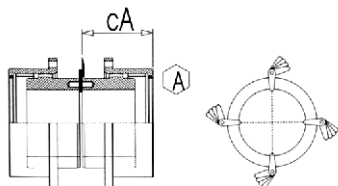

Fig.01
- H.1 Determinar la entidad de la desalineación angular, elaborando, según lo indicado en el esquema que sigue, los valores del paralelismo de cabeza entre las superficies frontales de referencia de los dos cubos. Para los acoplamientos, esta operación podrá ejecutarse insertando el calibre de espesores entre las cabezas de los dos cubos, ejecutando un primer sondeo a 360°C para individuar la posición y la entidad mínima y máxima de la distancia entre los cubos. Una vez identificadas las posiciones extremas, será necesario efectuar una medición rigurosa en cuatro puntos a 90°C entre ellos, como **A** en Fig. 01.